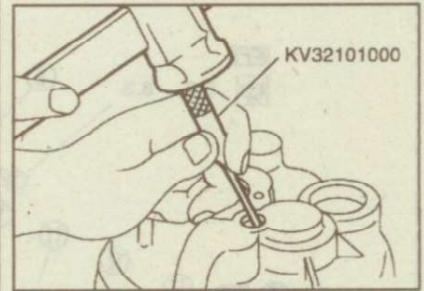

Рис. 9.43. Снятие технологической заглушки с картера коробки передач
14. Снимите технологические заглушки с картера коробки передач (рис. 9.43).